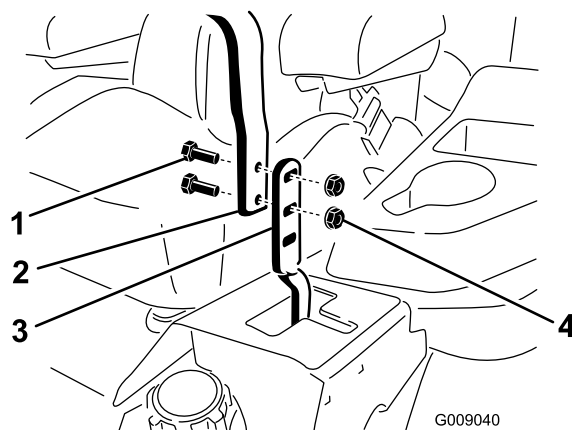

Figura 60
3. Desaperte os parafusos e as porcas flangeadas que fixam as pegas às alavancas (Figura 60).